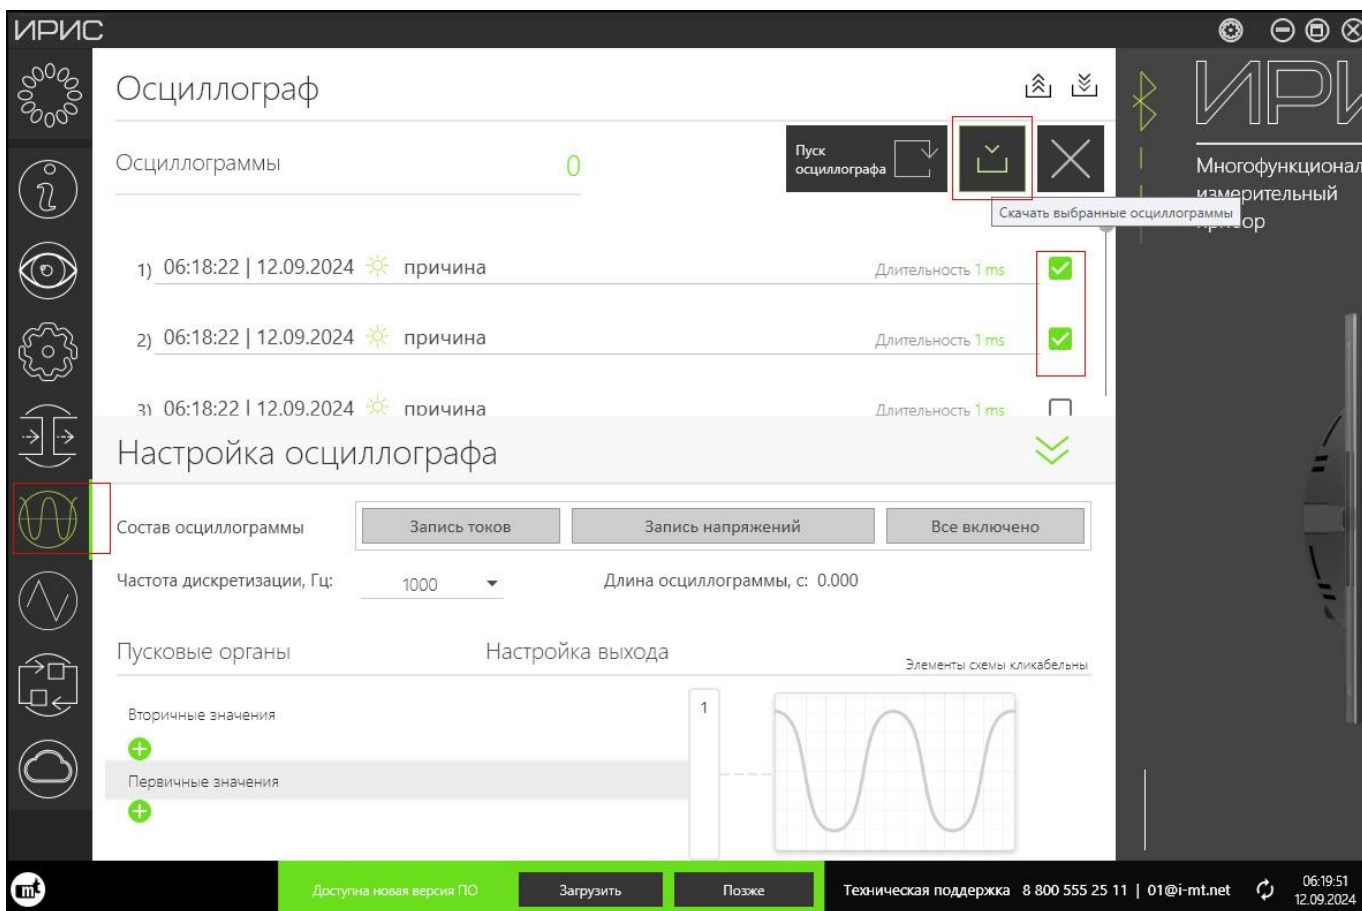

Рис. 7
**Шаг 1.** В боковой панели окна ПО слева выбрать пиктограмму с изображением синусоиды (раздел «Осциллограф»). В разделе «Осциллограф» активировать чекбоксы в строках осциллограмм, которые следует выгрузить. Нажать на кнопку с изображением стрелки, направленной в открытую прямоугольную рамку («Скачать выбранные осциллограммы») (Рис. 7).